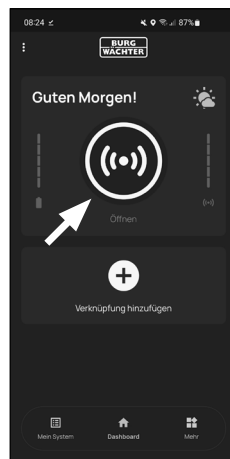

Abb. 1
- 1 Öffnen Sie die BURGsmart App und drücken Sie den „ACCESS“ Button in der Mitte (Abb. 1).